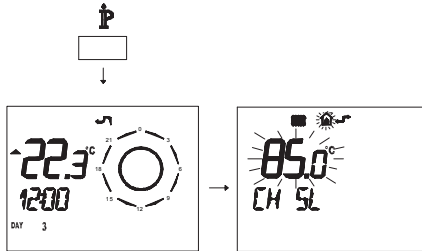

Fig. 5.77
- Premere per più di 3 secondi il pulsante \mathbb{P} para per entrare in modalità *INFO* (Fig. 5.77).